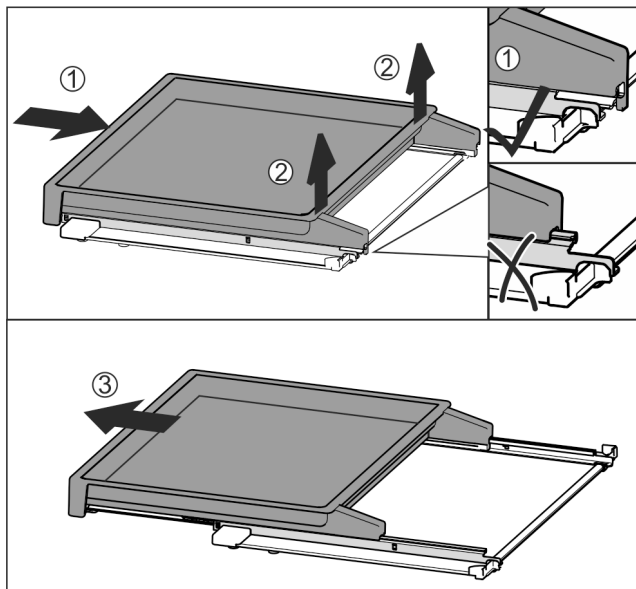

Fig. 114
- ▶ Skub udtrækshylden helt ind Fig. 114 (1).
- ▶ Løsn holderne bagtil Fig. 114 (2).
- ▶ Træk udtrækshylden ud fremad Fig. 114 (3).